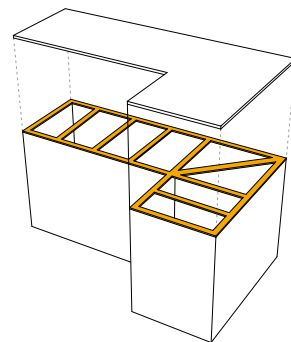
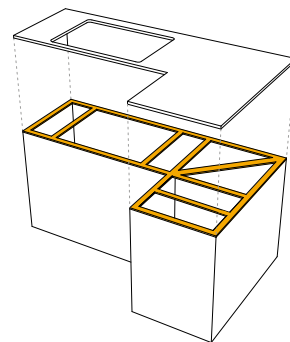

Abb.3
Abb.4
- **12 mm und 20 mm:** Es kann eine Lattenkonstruktion eingesetzt werden, wobei die Träger gleichmäßig rund um die gesamte Fläche zu verteilen sind (Abb. 3). Falls bei der Arbeitsplatte eine oder mehrere Aussparungen vorgesehen sind, so müssen die Teile mit der größten Belastung weiter verstärkt werden (Abb. 4);